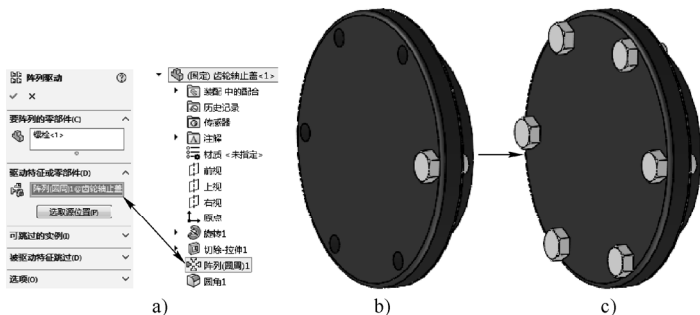

图 6-18 典型的特征驱动的零部件阵列
- 特征驱动零部件阵列^{图6-18}：以零部件原有的“阵列”特征为驱动创建零部件阵列，即令零部件沿所在的“阵列”特征进行阵列，从而实现快速装配，如图 6-18 所示（使用此方式创建的零部件阵列与所依赖的特征阵列相关联）。